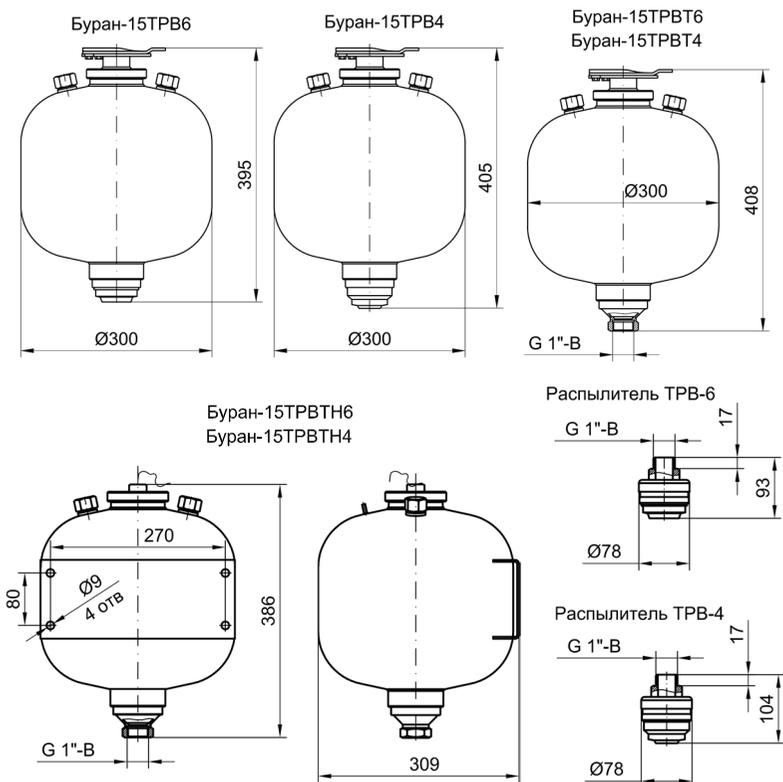

Рис. 1. Габаритные и присоединительные размеры модификаций модулей пожаротушения тонкораспыленной водой «Буран-15ТРВ».
4. Габаритные размеры, мм	см. рис.1
должны выдерживать статическую нагрузку в вертикальном направлении не менее 140 кг. Координаты крепления модуля см. рис. 1.
Модуль размещается непосредственно на защищаемом объекте (в помещении) и монтируется на стене или вертикальной части конструкции объекта. При этом крепежные элементы должны выдерживать статическую нагрузку в вертикальном направлении не менее 140 кг. Координаты отверстий крепления модулей указаны на рис. 1.